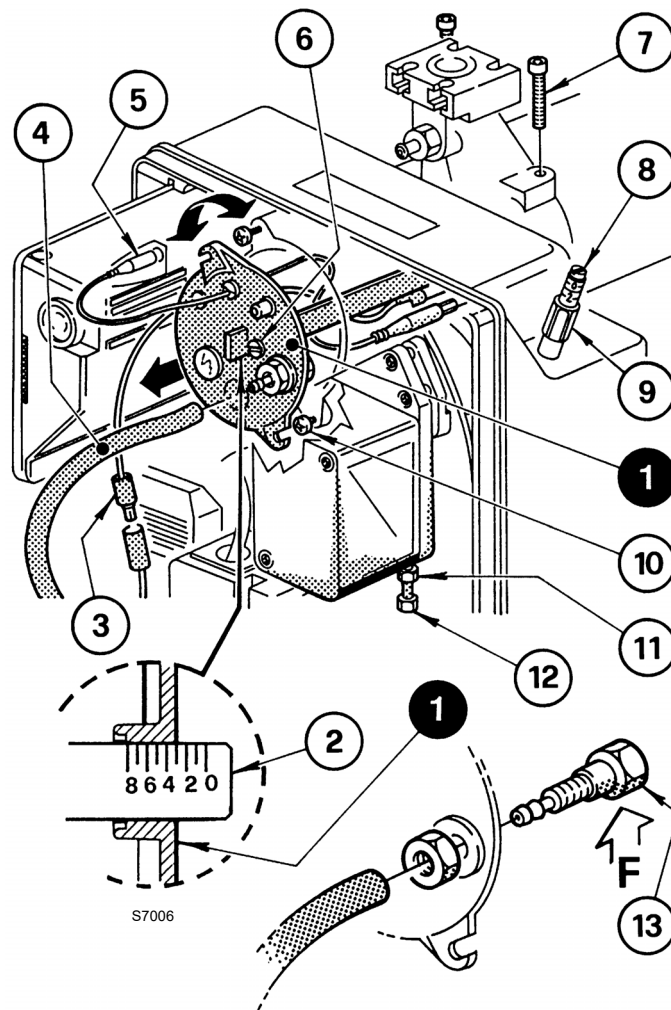

Abb. 12
Sie erfolgt, indem die Stellschraube 6)(Abb. 12) im oder gegen den Uhrzeigersinn gedreht wird, bis die am Stellbügel 2) vorhandene Raste mit der Außenfläche des Kopfblocks 1) übereinstimmt.
In Abb. 12 ist der Stellbügel für den Kopf auf die Raste 3 eingestellt.
- Die Verbindungen 3) und 5)(Abb. 12) trennen;
- die Leitung 4) herausziehen und die Schrauben 10)(Abb. 12) lockern;
- die Schrauben 7) lösen und den Kopfhalterblock 1)(Abb. 12) entfernen, indem man ihn mit einer leichten Drehung nach rechts herauszieht.
Es wird empfohlen, die Position von Stellbügel-Kniestück 2)(Abb. 12) beim Ausbau nicht zu verändern.
Für den erneuten Einbau die obigen Angaben in umgekehrter Weise ausführen und die Kopfeinheit 1)(Abb. 12) wieder an ihrem ursprünglichen Platz anbringen.
Die Schrauben 7) einschrauben (Abb. 12), ohne sie bis auf Anschlag zu bringen. Mit einem Anzugsmoment von 3 - 4 Nm festziehen.
Kontrollieren, dass während des Betriebs kein Gas aus den Schraubensitzen austritt. Sollte sich der an der Ansaugöffnung vorhandene Druckanschluss 13)(Abb. 12) unbeabsichtigt lockern, wird die korrekt erfolgte Befestigung empfohlen, wobei zu überprüfen ist, dass die Bohrung (F) im inneren Teil der Kopfeinheit 1)(Abb. 12) nach unten gerichtet ist.